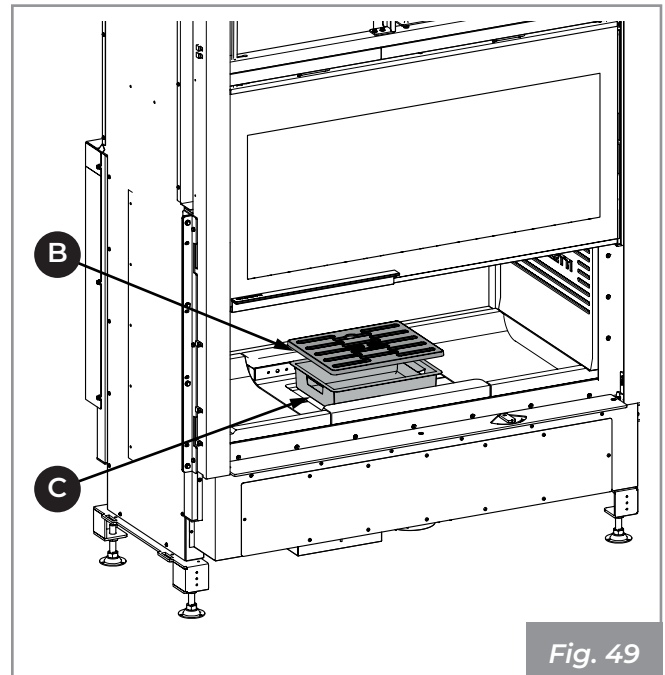

Fig. 49
- 2) Soulever et extraire la grille (B) et le tiroir à cendres (C) (Fig. 49).